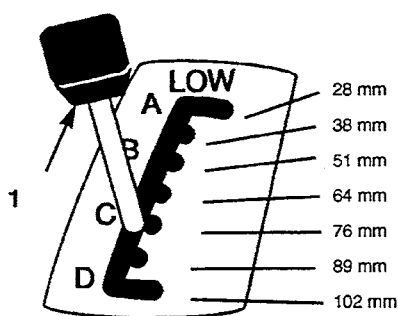

Figure 8
2. Tirer et amener la commande de hauteur de coupe (relevage de l'unité de coupe) à la position désirée (Fig. 8).